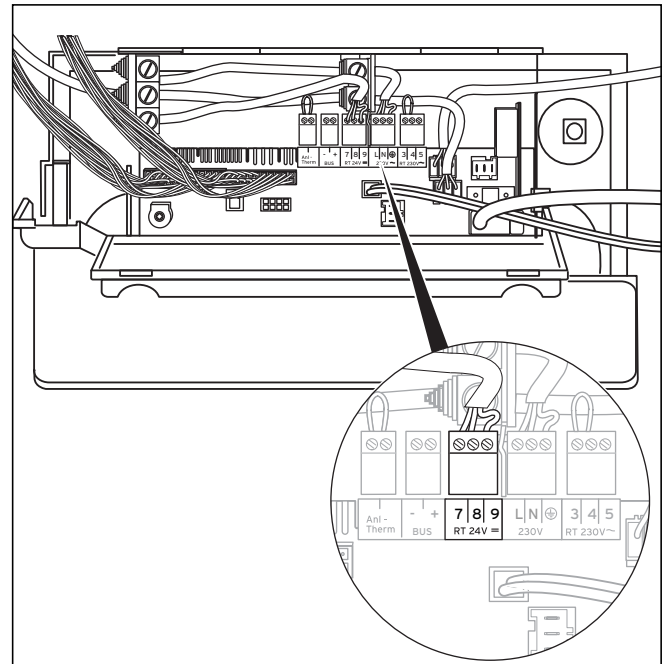

Fig. 5.14 Raccordement des appareils de régulation et des accessoires
- Raccordez le câble de raccordement selon la fig. 5.14 aux prises ProE correspondantes ou aux prises de l'électronique.